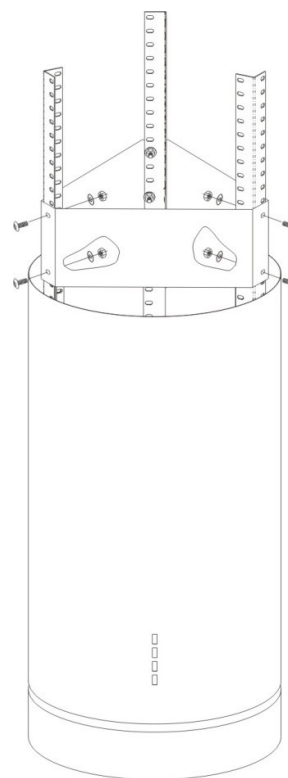

Рис. 6
5. Поместите фиксирующие элементы угловых креплений на три установленных угловых крепления. Затем закрепите их с помощью 6 винтов (M4*10), гайки M4 и шайбы. См. рис. 6.